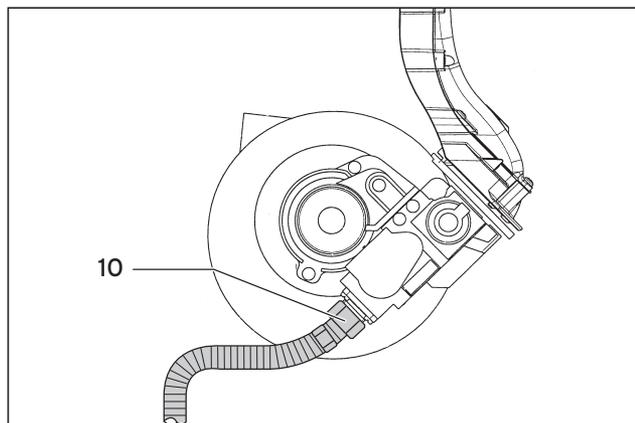

Fig. 7.2 Allentare il collegamento del gas dall'armatura del gas
- Allentare le vite di fissaggio del tubo di aspirazione dell'aria (5) e ribaltare il tubo di aspirazione dell'aria (3) in avanti; successivamente a ciò staccare il tubo di aspirazione dell'aria dal bocchettone di aspirazione.
- Staccare i due connettori dei cavi di accensione e di messa a terra dall'elettrodo di accensione (6).
- Allentare la tubazione d'alimentazione del gas (10) sul lato inferiore della valvola del gas (fig. 7.2).
- Staccare i cavi (9) sul motore del ventilatore ed il cavo (8) sulla valvola del gas.
- Allentare i 5 dadi (2).